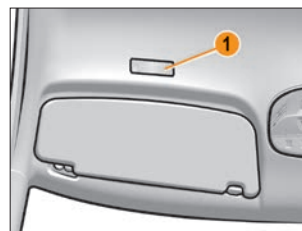
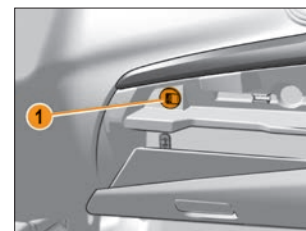

Рис. 2. Микрофон MMC
Рис. 3. USB-разъем MMC для
2.3. Ниже приведено описание особенностей управления автомобилем с автоматической (АКП) коробкой передач и левым расположением органов управления (см. рис. 2), которые необходимо учитывать при эксплуатации автомобиля согласно требованиям основного РЭ автомобиля:
Перед солнцезащитным козырьком водителя расположен микрофон 1 MMC (рис. 2). MMC LADA EnjoY Pro имеет возможность подключения USB-накопителя. USB-разъем 1 (рис. 3) для подключения USB-накопителя расположен в вещевом ящике. Данный USB-разъем может быть использован и для зарядки аккумуляторов внешних периферийных устройств (планшетный компьютер, смартфон) с номинальным напряжением 5 вольт (V) и номинальным током нагрузки не более 2.1 ампер (A). Для подключения заряжаемого устройства должен быть использован разъем USB, тип A.